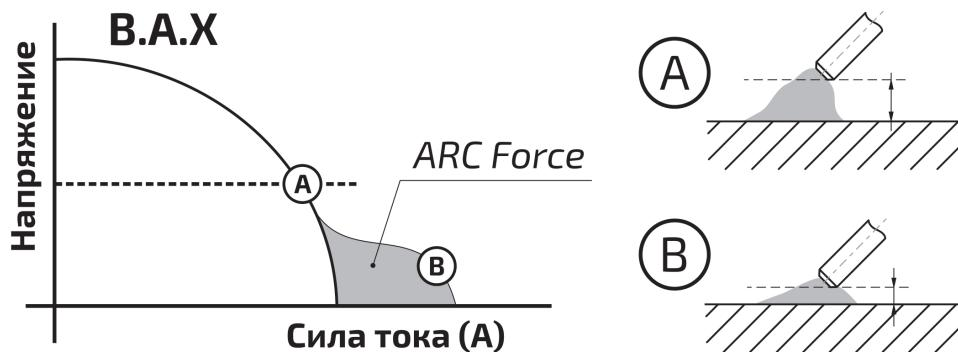

Рис. 6.2.3. Arc Force.
Arc Force (форсаж дуги) – рекомендуется применять при сварке покрытыми электродами на малых токах. В процессе сварки происходит автоматическая регулировка силы сварочного тока, что уменьшает склонность к залипанию покрытого электрода к свариваемой детали (см. рис. 6.2.3).
7. Установите необходимое значение Arc Force (см. рис. 6.2.3). **В большинстве случаев Arc Force можно установить в среднее значение.**